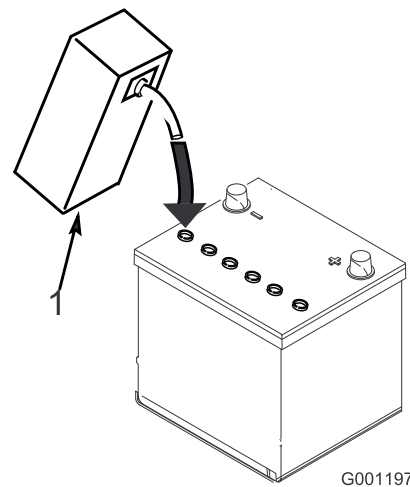

Figura 5
5. Encha cuidadosamente cada célula com electrólito até as placas estarem cobertas com cerca de 6 mm de fluido (Figura 5).